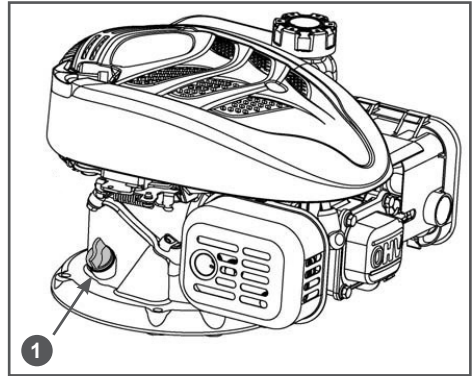

Рис. 17. Замена моторного масла
3. Очистите от загрязнений зону вокруг маслозаливной горловины. Выкрутите крышку-щуп 1 из маслозаливной горловины и протрите его чистой ветошью (Рис. 17).